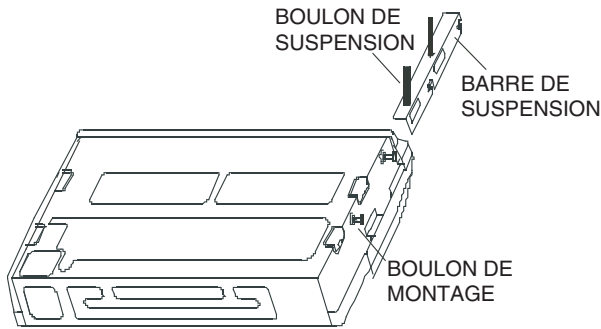

Figure 9 — Fixation de l'appareil au bras de montage
4. Glissez l'appareil vers l'arrière sur la barre de suspension jusqu'à ce que les trous de montage de l'appareil soient alignés à ceux du bras suspendu. Fixez l'appareil au moyen de boulons, de la manière illustrée à la fig. 9.